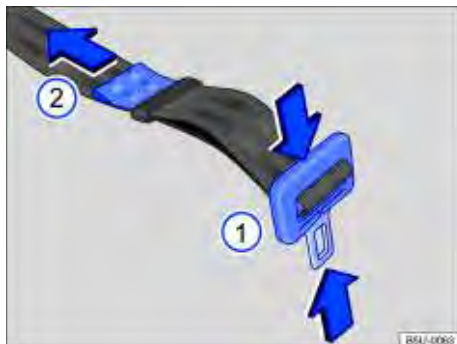

Fig. 55 Ajustar o cadarço do cinto de segurança subabdominal.
- Pressionar a lingueta na direção das setas ⇒ Fig. 55 ① e alongar totalmente o cinto de segurança.
- Apertar a lingueta contra o fecho do cinto de segurança e puxar a extremidade ② no sentido da seta, até atingir uma folga máxima de 5 cm (3 dedos) na região pélvica.